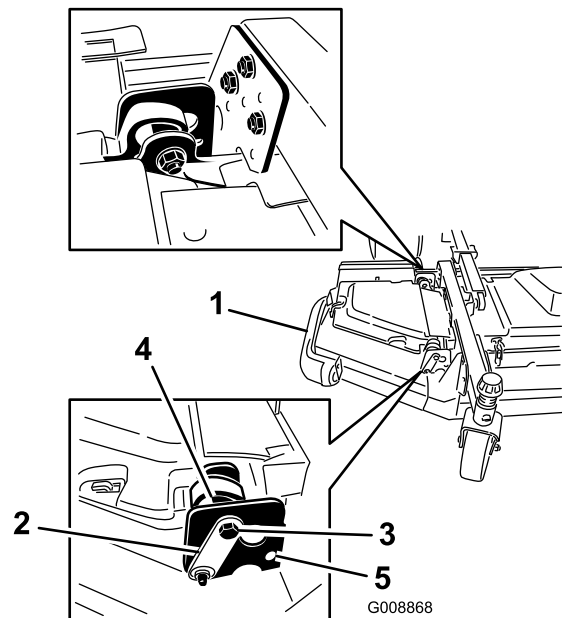

Bild 7
2. Lösen Sie die Schrauben und Muttern, mit denen die zwei Exzenterdistanzstücke an den Flügeln befestigt sind (Bild 7).
4. Drehen Sie den hinteren Exzenter (der der Zugmaschine am nächsten ist), bis die äußere Messerspitze ungefähr 3 mm höher ist als die gewünschte Schnitthöhe (Bild 7).